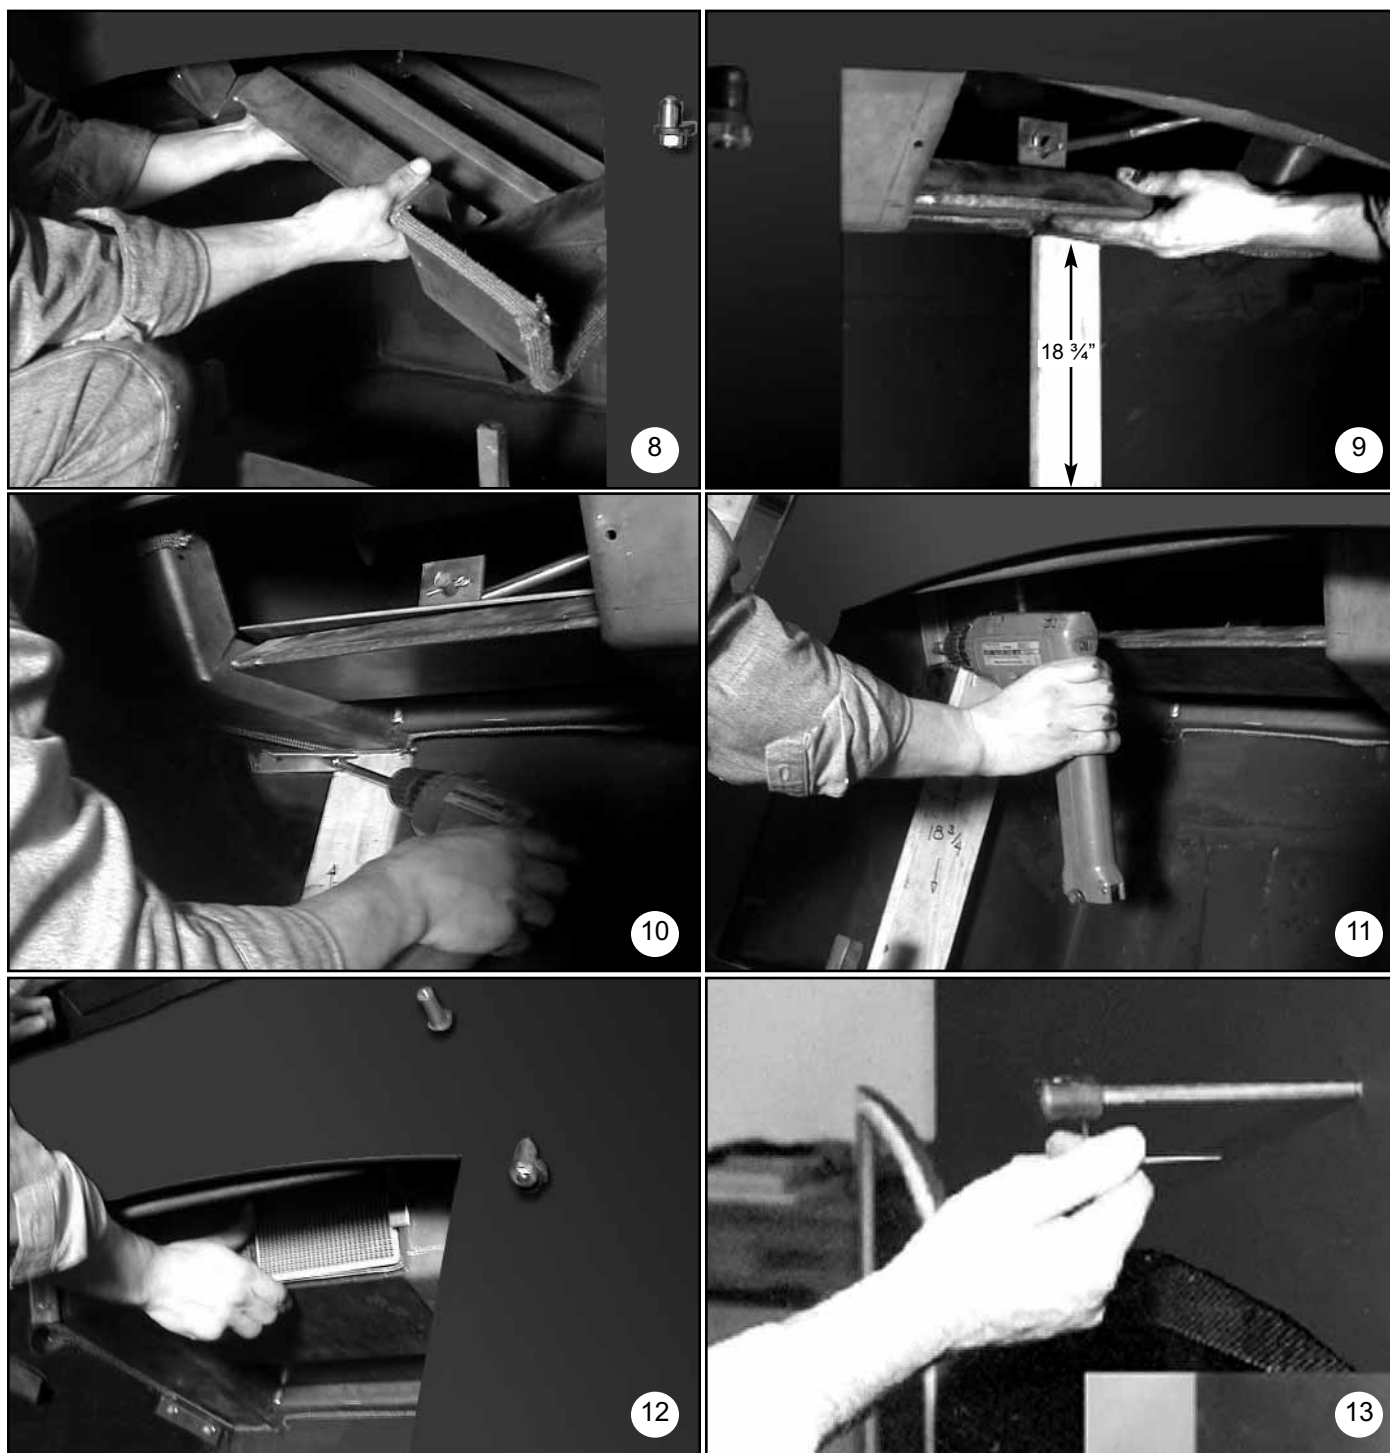

Figure 18c: Installation de la trousse catalytique
6. Installez tout d'abord les équerres du fond à l'aide des vis fournis comme illustré à la Figure 18c, Photo 10.
1. Fixer l'oeillet de tige à la tige de dérivée en vissant la vis avec une clé Allen de  $\frac{1}{8}$ ". (Figure 18c, Photo 13)
3. Insérez la poignée dans l'oeillet de tige (Figure 18c, Photo 13).